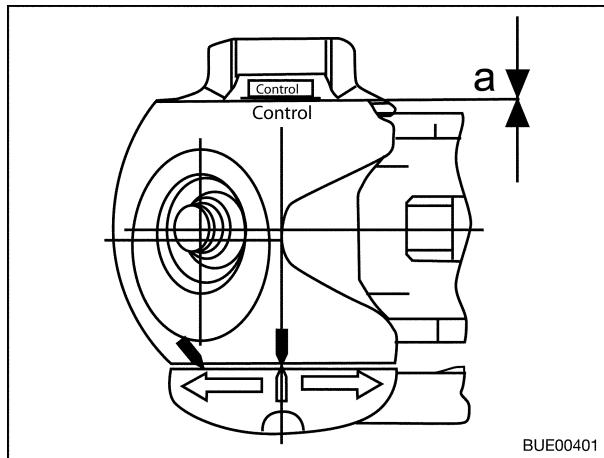

Fig. 92 Controllo usura
- Distanza  $a = 0$  (Fig. 92):